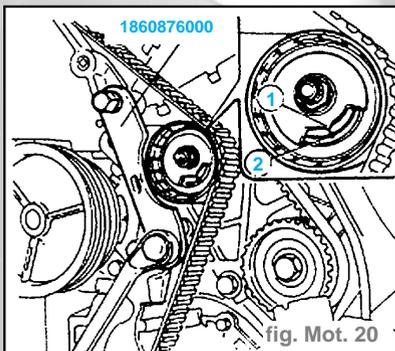

fig. Mot. 20
- Enlever les outils **1860874000** pour le calage des arbres à cames ; enlever la butée de volant et faire faire deux tours au vilebrequin dans le sens de rotation, desserrer l'écrou de blocage du tendeur et en agissant avec la clé adaptée sur le tendeur de courroie, aligner les repères (1) et (2) (fig. Mot. 20).